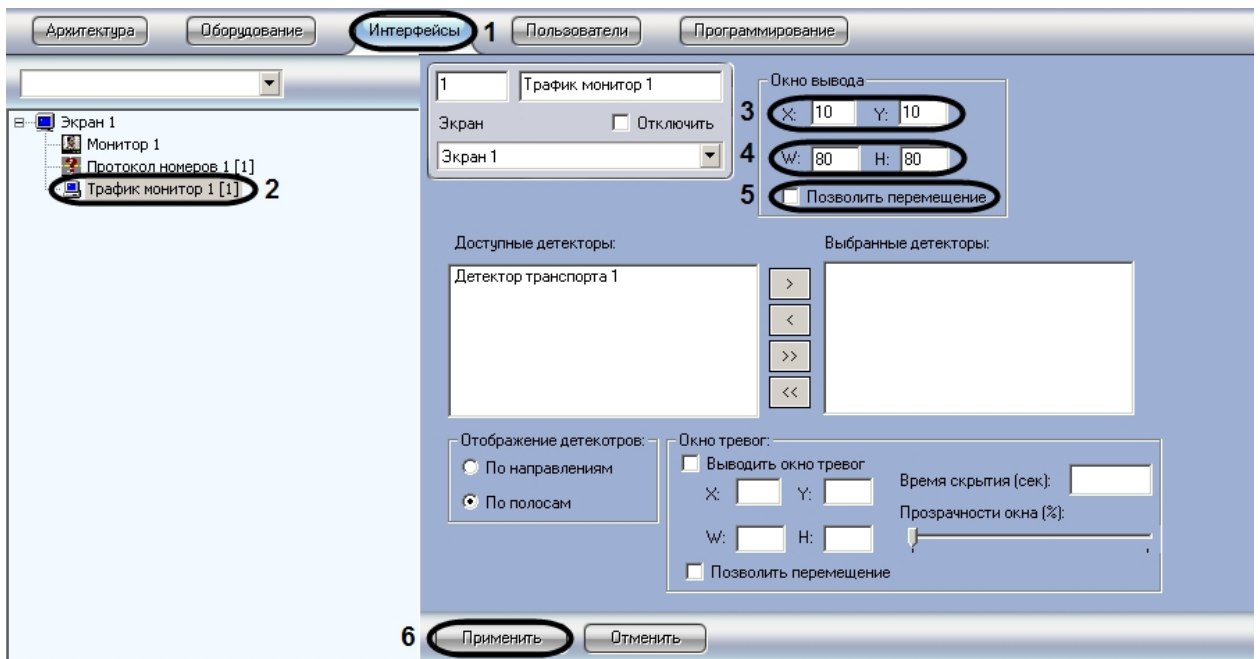

Рис. 96. Настройка размещения диалогового окна «Трафик монитор»
1. Перейти на вкладку «Интерфейсы» диалогового окна «Настройка системы» (см. Рис. 96, 1).
2. Выбрать в дереве объект «Трафик монитор» (см. Рис. 96, 2).
3. По умолчанию диалоговое окно «Трафик монитор» выводится в центральной части экрана (с координатами положения верхнего левого угла:  $X = 10$ ,  $Y = 10$ ). Для изменения положения на экране необходимо задать координаты его расположения в полях «X» и «Y» (см. Рис. 96, 3). Значения полей «X» и «Y» соответствуют координатам расположения левого верхнего угла диалогового окна на экране и выражаются в процентном соотношении относительно размеров экрана по горизонтали и вертикали соответственно.
4. По умолчанию диалоговое окно «Трафик монитор» занимает 80 % от общего пространства экрана. Для изменения размера диалогового окна необходимо задать его ширину в поле «W» и высоту в поле «H» (см. Рис. 96, 4). Значение полей «W» и «H» выражаются в процентном соотношении относительно размеров экрана по горизонтали и вертикали соответственно.
5. По умолчанию диалоговое окно «Трафик монитор» нельзя свободно перемещать по экрану. В том случае, если требуется разрешить перемещение диалогового окна, необходимо активировать флажок «Разрешить перемещение» (см. Рис. 96, 5).
6. Нажать кнопку «Применить» (см. Рис. 96, 6).